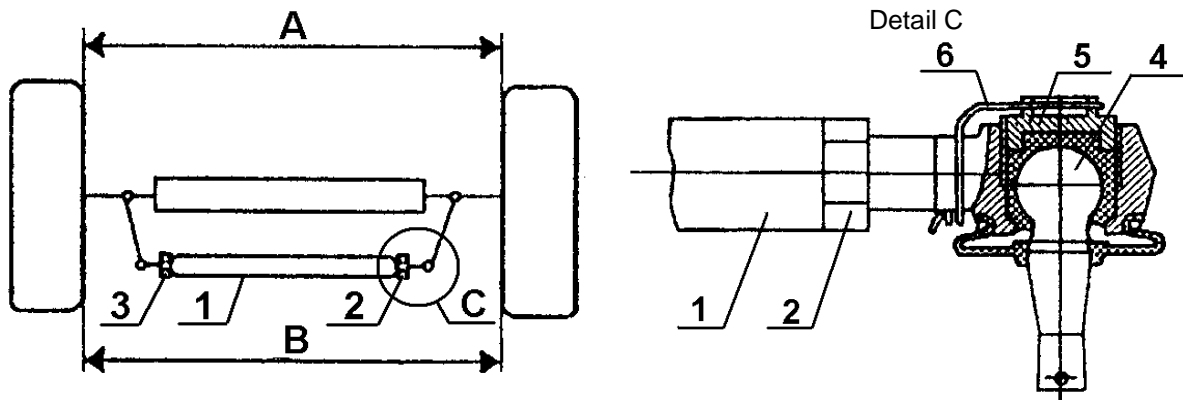

Abb. F-77 Schema der Vorspureinstellung
Nach jedem Wechsel der Vorderräder oder zyklisch je 250 Bh ist die Vorspur zu überprüfen und eventuell nachzustellen. Diese Vorspur wird an Radränder (Felgen) in Höhe der Nabe des Vorderrads und hinter der Vorderachse gemessen (Differenz zwischen den Werten B und A - Abb. F-77) sollte zwischen 0-5 mm oszillieren. 5 mm
- in Gelenken der Lenkung durch einschrauben von Stein 5 (Abb. F-77) Gelenk nach Entfernung des Sicherungsdrahts 6 (Abb. F-77)
- bei Abnormität Vorspur mit Stange 1 (Abb. F-77) regeln, zu diesem Zweck:
- Kontermuttern 2 und 3 abschrauben (lösen) (Abb. F-77) mit Stange 1 drehend Vorspur verstellen, so dass der Unterschied B, A die Spanne von 0-5 mm nicht übersteigt
- Kontermuttern 2 und 3 (Abb. F-77) anziehen